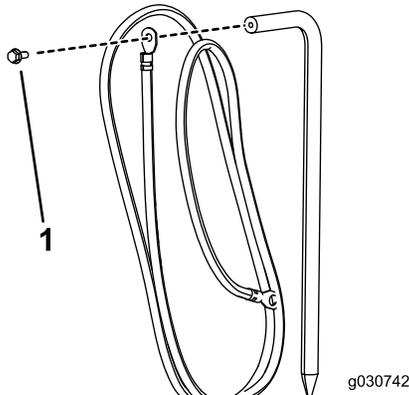

Figure 4
1. Reliez le piquet au câble négatif de la batterie à l'aide d'un boulon (M6), comme illustré à la Figure 4.